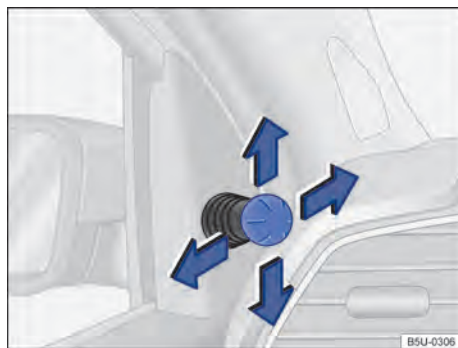
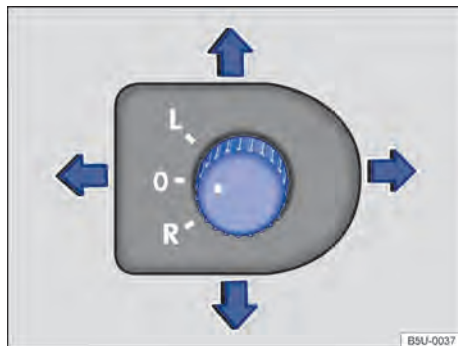

Fig. 68 Nas portas dianteiras: interruptor de ajuste dos espelhos retrovisores externos mecânicos.
Fig. 69 Na porta do condutor: interruptor rotativo de ajuste dos espelhos retrovisores externos.
- Movimentar o botão de ajuste no revestimento das portas dianteiras → Fig. 68.
- Girar o botão rotativo na porta do condutor até o símbolo desejado → Fig. 69.
Para ajustar os espelhos retrovisores externos mecânicos ou elétricos, movimentar o interruptor de ajuste → Fig. 68 (versão mecânica) ou o interruptor rotativo → Fig. 69 (versão elétrica) no revestimento das portas.